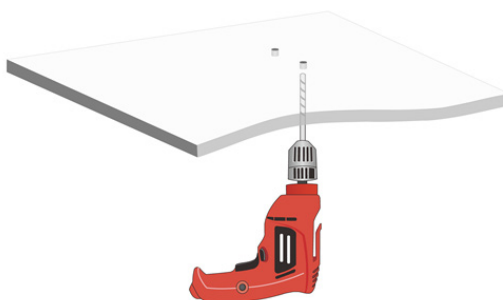

図 3-12 天井の穴あけ
- 2) マーキングをした位置に、図 3-12 の通り直径 6mm の穴を空けてください。